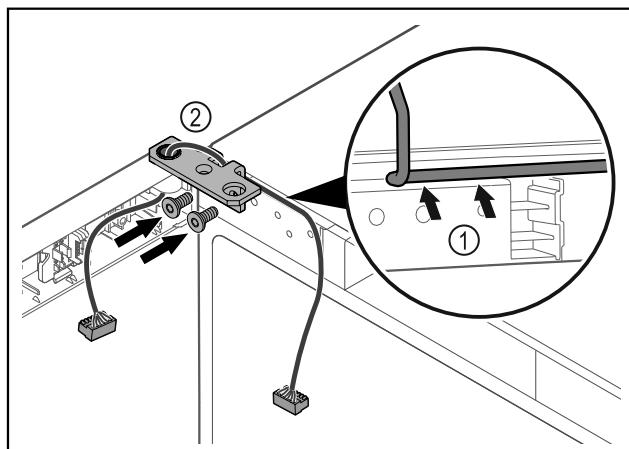

Fig. 44
- Prevlečte kábel cez vybranie uholníka závesu a opatrne ho položte Fig. 44 (1).
- Naskrutkujte uholník závesu Fig. 44 (2).